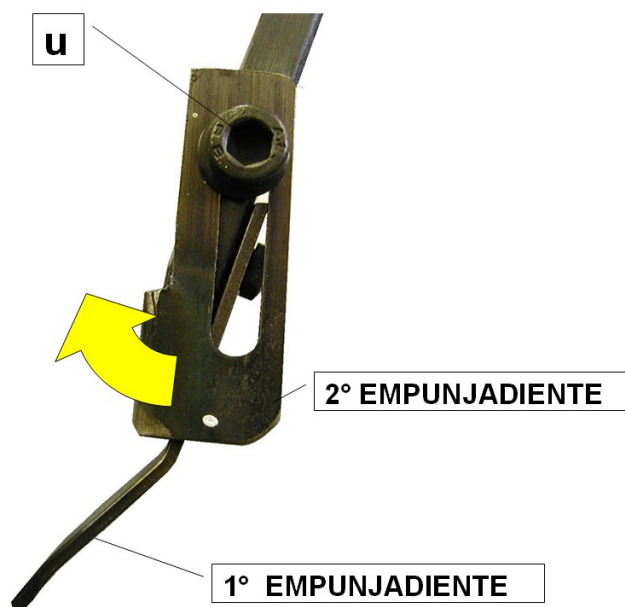

fig. 35
- o remedio - Puede que la hoja tenga un diente de menos: ajustar el segundo empujante de la afiladora. Para efectuar esta operación hay que aflojar el tornillo **u** (fig. 35) y poner el segundo empujante en la posición correcta. Luego apretar el tornillo.